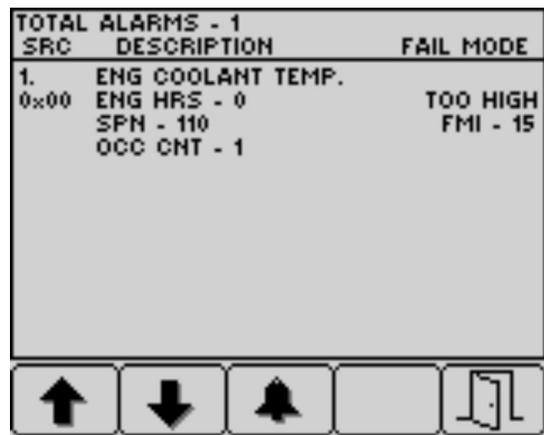

Figure 39
4. Appuyez sur le bouton 5 pour quitter la liste des anomalies actives et retourner à l'écran d'accueil (Figure 39).
5. Appuyez sur le bouton 5 pour quitter la liste des anomalies actives et revenir à l'écran d'accueil ; voir la Figure 39 sous Messages d'avertissement du moteur (page 37).